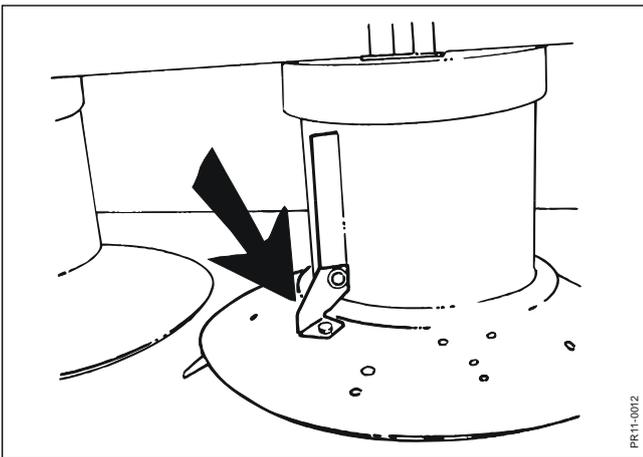

Fig. 5-6
**Fig. 5-6:** Prüfen, ob Mitnehmer an den Trommeln am Platz und in Ordnung sind. Die Trommeln können durch Steine und ähnliches deformiert werden. Falls dies Unwucht verursacht sollte sie erneuert werden.